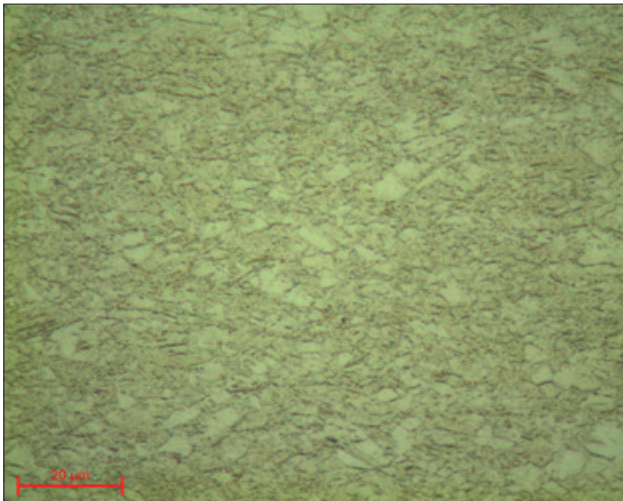

Abb. 17: Messing nach dem Ätzen - Objektiv x100
- alkoholische Lösung von Fe III-Säurechlorid (Abbildung 17)